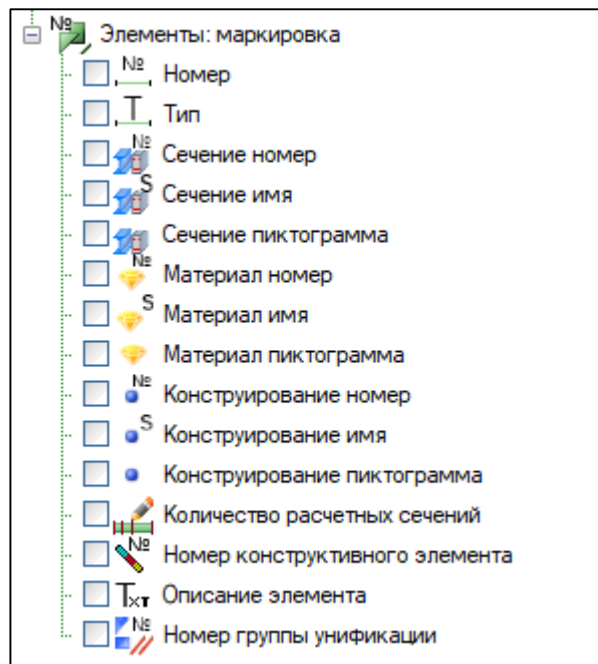

Рис. 2.192
- **Элементы: маркировка** (рис. 2.192).